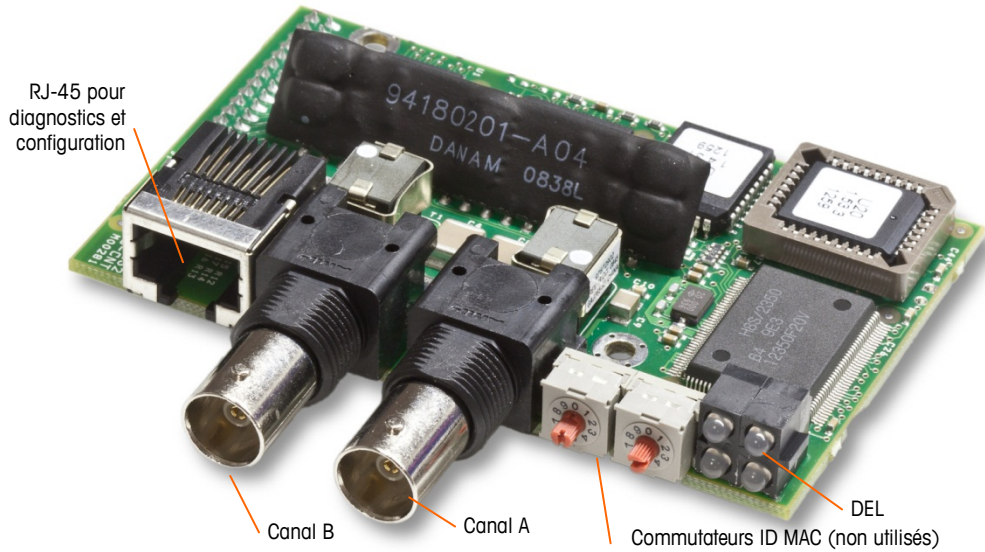

Figure 2-48 : Composants et connexions du module PLC ControlNet
La carte en option PLC ControlNet (Figure 2-48) est installée en position 3 (Figure 2-34) sur la carte principale.
L'option ControlNet se connecte au réseau ControlNet au moyen d'un câble extrait du câble principal d'origine. L'option prend en charge une ou deux connexions (pour la redondance). Le canal A correspond à la connexion normale et le canal B (redondant avec le canal A) peut être utilisé si ControlNet ne détecte aucun signal sur le canal A. Veuillez noter que l'adresse du module est définie dans le logiciel et que les commutateurs ID MAC indiqués sur la Figure 2-48 ne sont pas utilisés.
- **Ne branchez pas** de câble Ethernet sur le connecteur RJ-45 présenté à gauche sur la Figure 2-48. Cette connexion n'est pas utilisée.